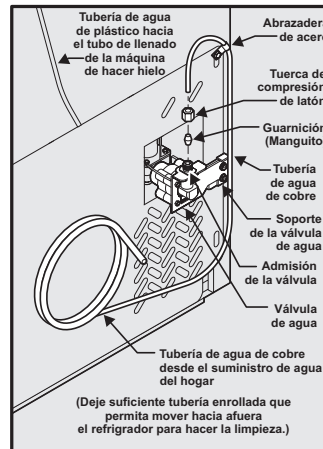
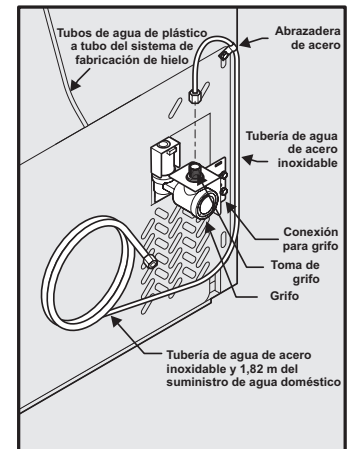

Figura 1
Figura 2
- 4 Si utiliza tubos de cobre, deslice la tuerca de compresión metálica, seguida del casquillo (manguito), en la tubería de suministro de agua. Encaje la tubería de suministro de agua en el grifo (6,4 mm). Deslice el casquillo (manguito) en la toma del grifo y apriete la tuerca de compresión en el grifo de forma manual. Luego utilice una llave para darle otra media vuelta, pero SIN apretarla en exceso. Consulte la Figura 1. Si utiliza tubos de acero inoxidable, la tubería ya tiene instalados la tuerca y el casquillo. Deslice la tuerca de compresión en la toma del grifo y apriétela a mano en el grifo. Luego utilice una llave para darle otra media vuelta, pero SIN apretarla en exceso. Consulte la Figura 2.